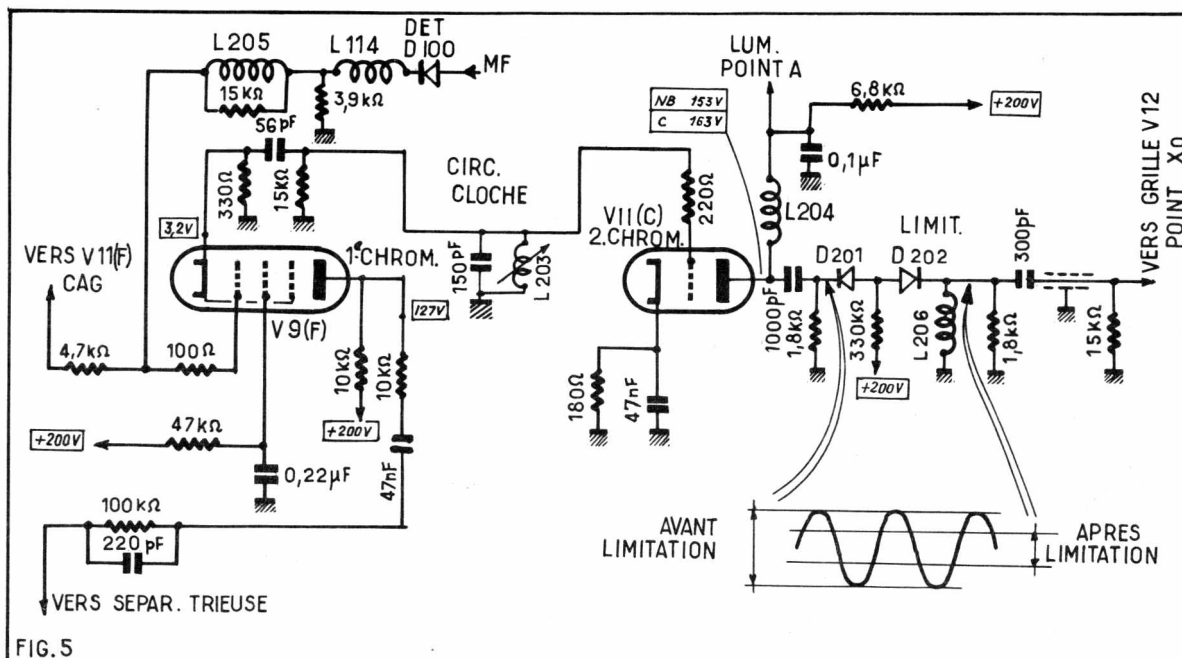

FIG. 5
La figure 5 donne le schéma de la partie amplificatrice « chroma », depuis la sortie détectrice D100, jusqu'à la grille de V12. La lampe V9 (F) reçoit sur la grille un signal + Y, transmis également à la lampe de CAG V11 (F). Sur la plaque, le signal a la polarité - Y donc à impulsions positives de synchro lignes. Il est transmis à la séparatrice trieuse.
Si ce circuit cloche est bien réglé, aucune modulation d'amplitude ne doit subsister à sa sortie, c'est-à-dire sur la grille de la lampe 2^e chroma V11 (C) (voir figure 5).
La bascule de Schmitt composée de V12 et V13 (F), étant supposée dans l'état où V12 fonctionne comme amplificatrice HF, cette lampe 3^e chroma, reçoit sur la grille 1, point X₀ le signal de sortie du montage amplificateur de la figure 5.